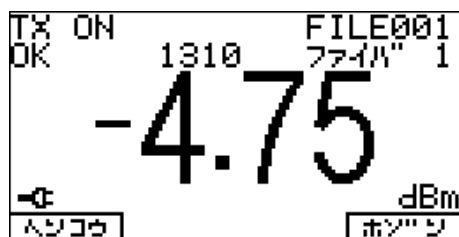

図 3.6-1 測定画面
1. 測定画面(図 3.6-1 参照)で、「ハンコウ」キーを押します。ファイバ番号が反転表示され、編集画面(図 3.6-2 参照)が表示されます。